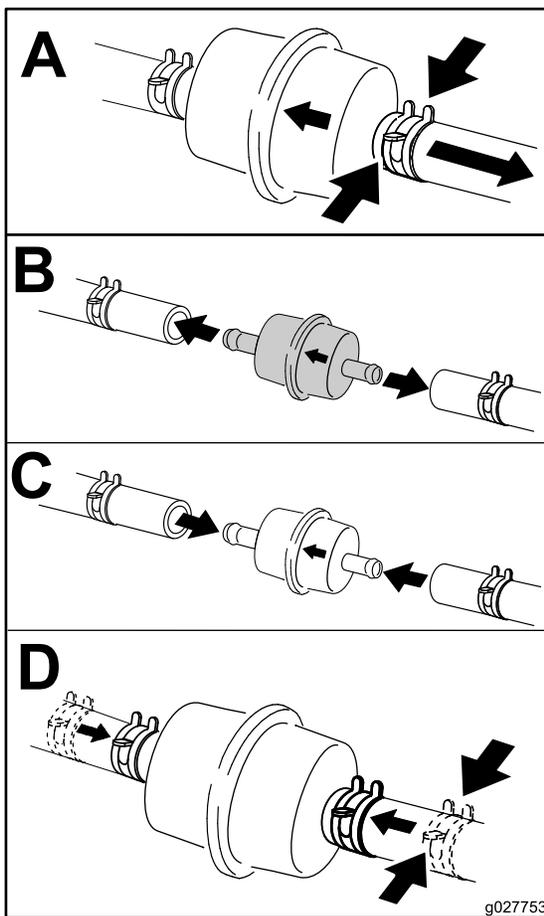

Figure 53
5. Remplacez le filtre à carburant (Figure 53).